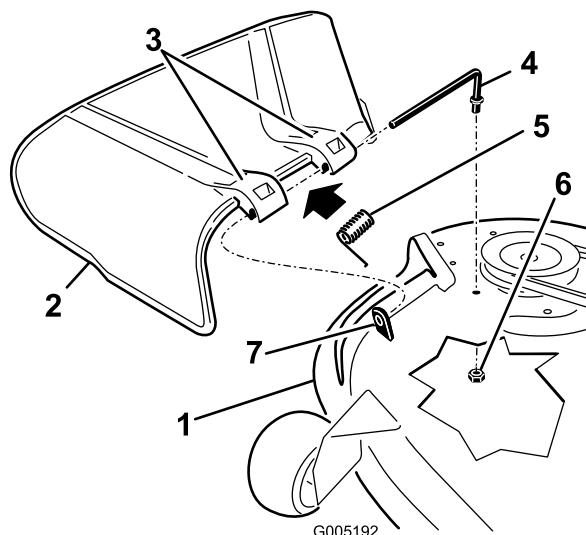

Figura 59
1. Retire la tuerca (3/8") de la varilla (debajo del cortacésped) (Figura 59).
2. Retire la varilla del espaciador corto, muelle y deflector de hierba (Figura 59).
4. Vuelva a colocar el deflector de hierba (Figura 59).
7. Deslice la varilla por el segundo soporte del deflector de hierba (Figura 59).
9. Sujete el extremo trasero de la varilla al cortacésped con una tuerca (3/8 pulgada), según se muestra en Figura 59.